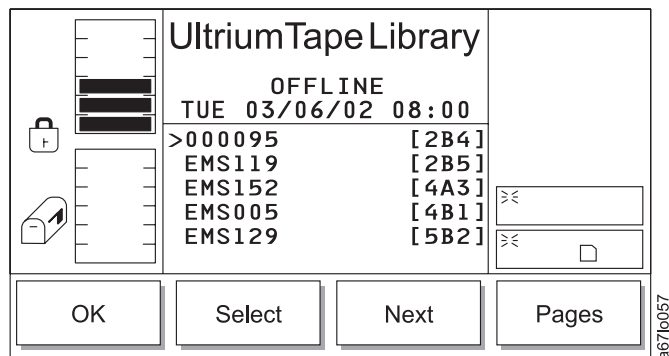

Abbildung 131. Dialog zum Auswählen der zu exportierenden Kassetten
- Wird **Select** ausgewählt, erscheint der Auswahlcursor neben dem ersten Eintrag in der Liste (siehe Abb. 131).
Tabelle 80. Übersetzung von Abb. 131 auf Seite 146, Dialog zum Auswählen der zu exportierenden Kassetten